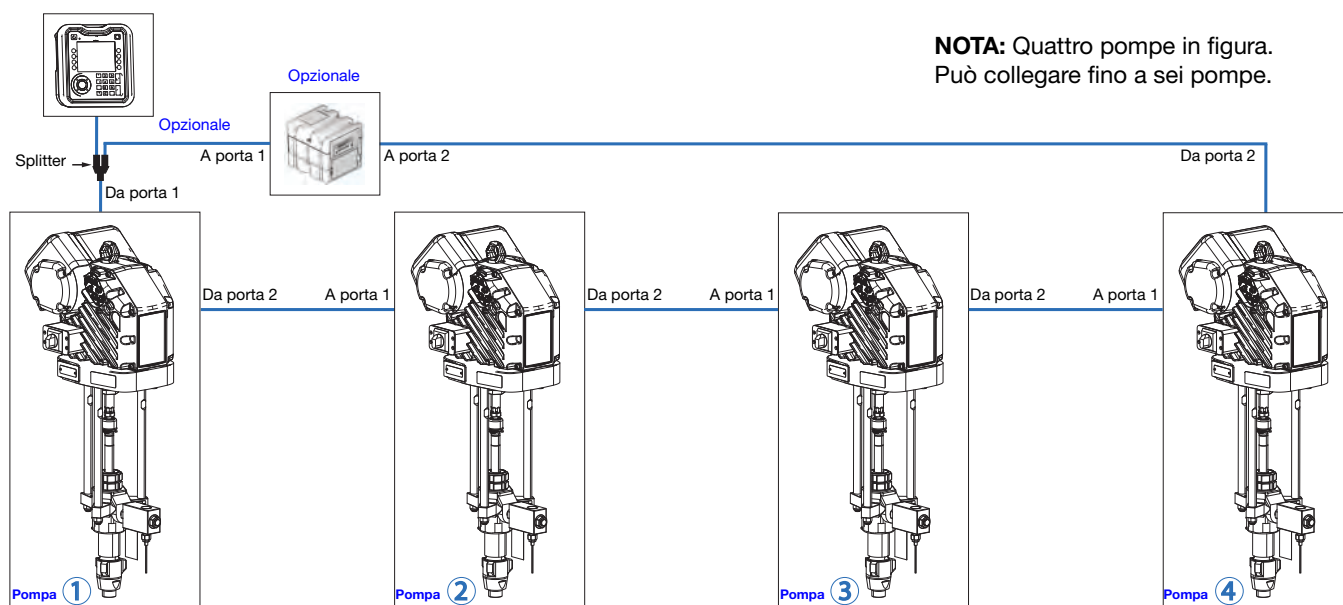

FIG. 11: Collegamenti di pompe multiple
NOTA: Fare riferimento alla **FIG. 11** per i passaggi descritti di seguito. **FIG. 11** mostra quattro pompe collegate. L'ADM può essere montato sulla prima pompa o in una posizione separata dalla pompa.
1. Collegare un cavo CAN dalla porta 1 sulla prima pompa (mostrata come Pompa 1 in **FIG. 11**) allo splitter.
NOTA: FIG. 11 mostra la configurazione con un CGM. Se non si utilizza un CGM, il cavo CAN dell'ultima pompa è collegato direttamente al divisore.